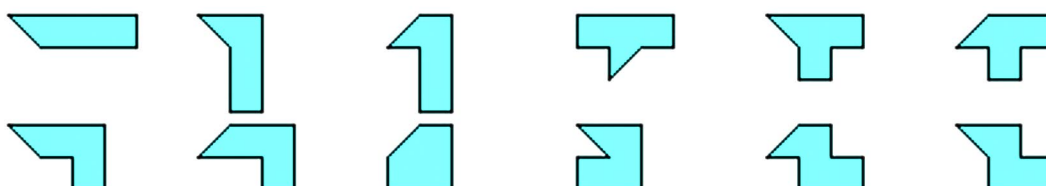

Рис. 1.
**М**гровые элементы этой головоломки знакомы постоянным читателям нашей рубрики (см. «Головоломку для начинающих строителей» в «Левше» № 11 за 2016 год). Они представляют собой комбинацию диагональной половинки квадрата (мономино) с каждым из элементов тримино. Исчерпывающий набор таких комбинаций насчитывает 12 фигур (см. рис. 1). Изготовить их несложно из фанеры или пластика. Рекомендуемый размер элементарного образующего квадрата 1 см для карманной головоломки и 3 см для игротечного варианта; толщина не имеет значения.